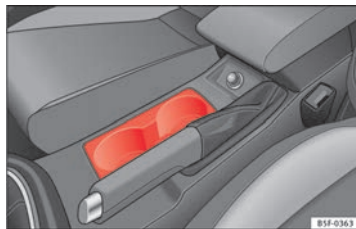

Fig. 87 Consola central: portabebidas delantero.
- Ponga las bebidas en el soporte ⇒ fig. 87. Se pueden poner dos bebidas. En los revestimientos de las puertas hay la posibilidad de poner también botellas de plástico más grandes.